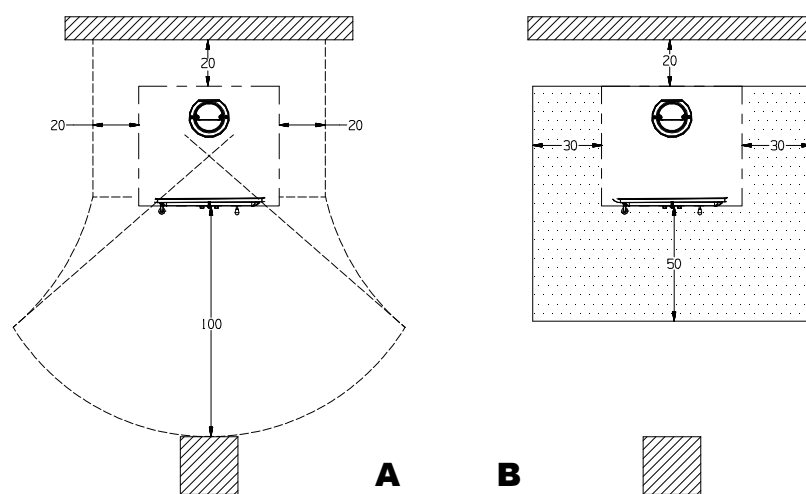

Figure 2
- pour assurer une isolation thermique suffisante, respecter la distance minimale de sécurité entre le poêle et les éléments de construction et objets inflammables et sensibles à la chaleur (meubles, revêtements en bois, tissus, etc.) (voir Figure 2 A). **Toutes les distances minimales de sécurité sont indiquées dans l'étiquette du produit et on il NE FAUT PAS descendre au-dessous des valeurs indiquées.**
- si le produit est installé sur un sol de matériau inflammable, prévoir une base ignifuge. **Les sols composés par matériaux inflammables**, comme moquette, parquet ou liège etc., **doivent être remplacés** par une couche de matériel pas inflammable, par exemple céramique, pierre, vitre ou acier etc.. (dimensions selon les dispositions régionales). **Si le remplacement du sol n'est pas possible, l'appareil doit être placé sur une dalle en pierre ou en béton d'une épaisseur minimum 12 cm.** Le fond de sol doit dépasser d'au moins **50 cm.** frontalement, et sur les côtés d'au moins **30 cm.** de l'ouverture de la porte de chargement. (Figure 2 B).